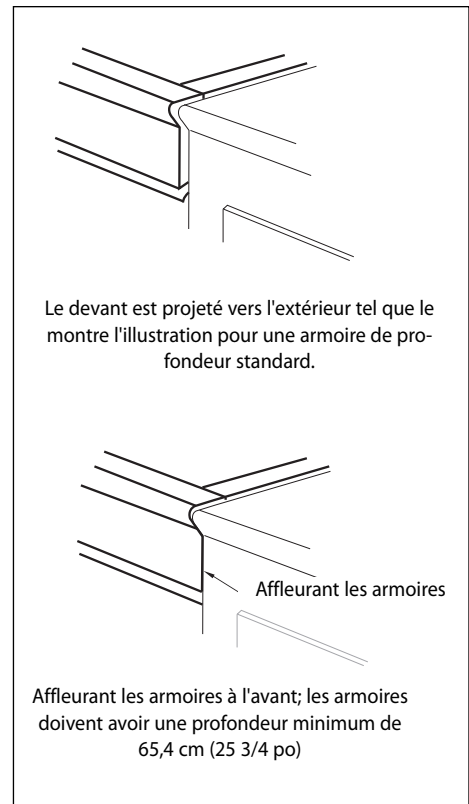
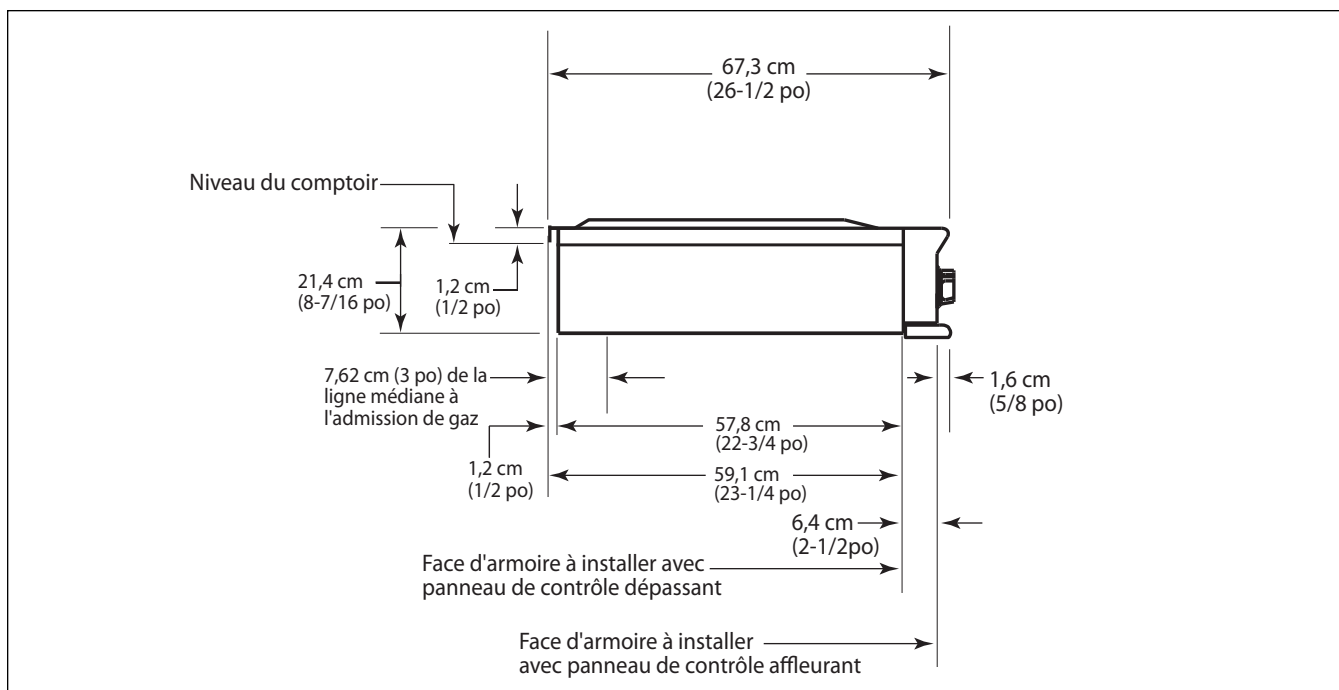

Fig. 4
Fig. 7
4. La table de cuisson peut être placée de diverses façons, son devant affleurant ou dépassant le comptoir, selon la profondeur de celui-ci. Voir fig. 4 et fig. 7 (vue latérale de la table de cuisson).